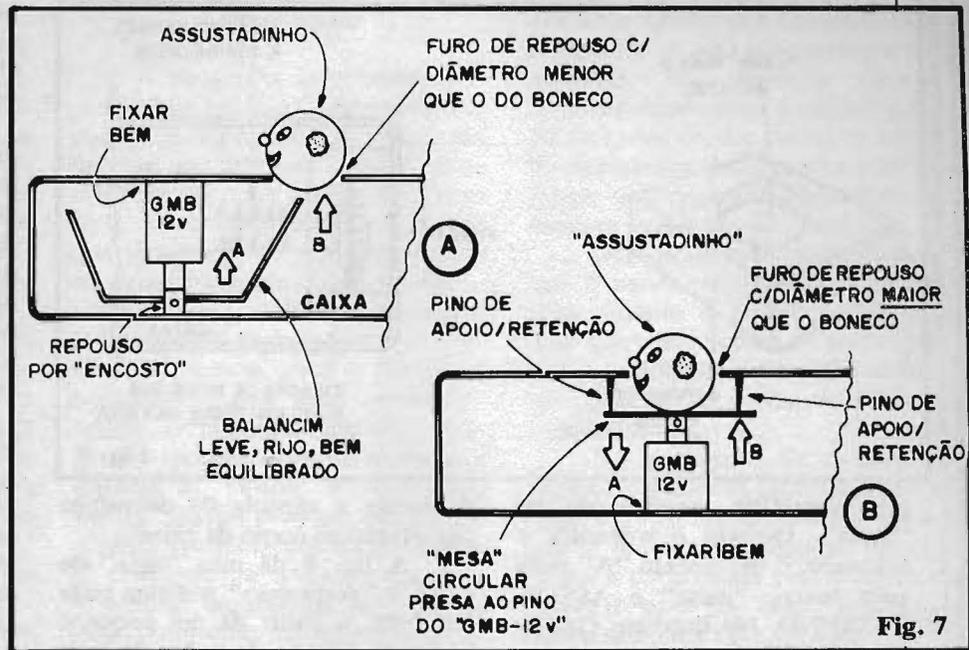

Fig. 7
- **FIG. 7-A** - Outro sistema mecânico de fácil realização, capaz de "chutar o ASSUSTADINHO" para cima, ao acionamento do solenóide. Nesse método o GMB-12V atua "de cabeça pra baixo", tendo uma espécie de balancim leve, rijo e bem equilibrado, fixado à extremidade do pino/cursor. Observe novamente o sistema de fixação e de repouso por "encosto" atribuídos ao solenóide
- **FIG. 7-B** - Mais uma sugestão (que não esgota, contudo, as possibilidades...) para implementação mecânica do conjunto. Agora o solenóide age, de forma direta, e "para cima"... Uma pequena (sempre leve e rija...) "mesa" circular é afixada perpendicularmente ao pino/cursor. Três ou quatro pinos ou parafusos podem "travar" a excursão para cima, do conjunto "mesa"/pino. Observe que, no sistema, o furo de repouso para o bonequinho deve ter um diâmetro suficiente para que o ASSUSTADINHO "entre" no dito orifício, restando sobre a pró-
- **FIG. 7** - Usando o DEMP. É só uma questão de “esfregar”... Isso mesmo! Conforme ilustra a figura, basta ligar o DEMP, colocar a extremidade “feltrada” do “carretel”/sensor sobre a lataria do veículo e ir deslizando o conjunto, “varrendo” toda a superfície do carro... Qualquer irregularidade será prontamente acusada pelo DEMP, através de um nítido aumento na frequência do sinal de áudio! É certo que existem muitos pontos onde, naturalmente, existe um “gap”, ou uma zona de “não metal”, nas junções dos módulos da lataria e essas coisas... O DEMP acusará também quando da passagem sobre tais áreas... Entretanto, o que “vale” mesmo é - por exemplo - a pesquisa de para-lamas, base de portas, laterais baixas da lataria, etc., pontos que “tradicionalmente” oxidam, ou que sofrem batidas ou cortes, depois “recompostos” com massa plástica, lixada e pintada para “disfarçar”. É justamente aí que o DEMP vai, literalmente, “dar o apito”, advertindo sobre a ausência do metal onde ele **deveria** estar. Observem que o DEMP é **muito** sensível, porém o seu campo de atuação e sensoramento é naturalmente **curto**, mesmo porque não são necessários mais do que alguns poucos centímetros de “profundidade” para se detectar a “maracutaia” realizada na lataria! Notem ainda que a sugestão da camada de feltro na base do “carretel”/sensor tem duas funções válidas: proteger o próprio sensor e também não arrANHAR a pintura do veículo durante a verificação... Finalmente, para quem “duvida” da sensibilidade e segurança da atuação do DEMP, é só fazer um teste “a descoberto”: uma chapa metálica relativamente grande e uniforme, dotada de um único furo, este com diâmetro não maior do que **1 centímetro**, poderá ser usada como “cobaia”... É passar o DEMP sobre toda a placa, incluindo no “percurso” uma passagem sobre o tal furinho... Verifiquem! Como último conselho, é lógico que a operação de varredura deve ser feita com relativa lentidão... Se Você passar o DEMP feito um “foguete” sobre a lata-